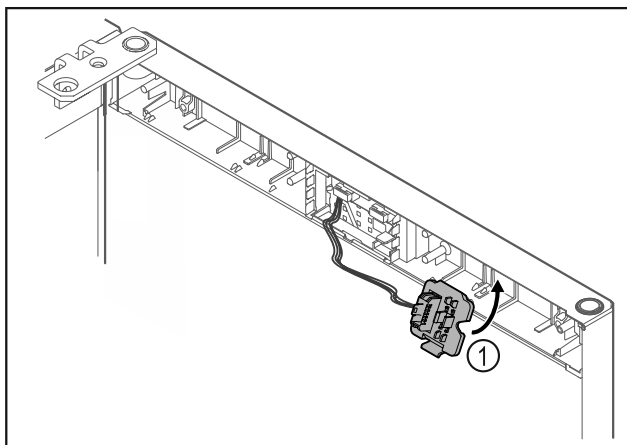

Fig. 18
- ▶ Zatrzasknąć uchwyt wtyczki Fig. 18 (1) po przeciwnej stronie.